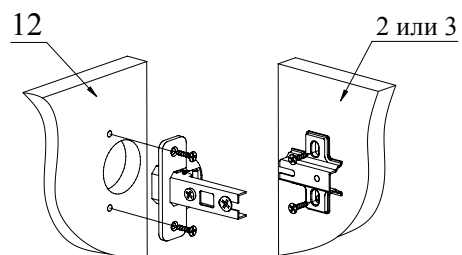

Рис.6
5. При помощи шурупов 3,5х16 закрепите петли на двери (деталь 12), а при помощи евровинтов — ответные планки петель на детали 2 или 3 (в зависимости от расположения двери) (Рис. 6).